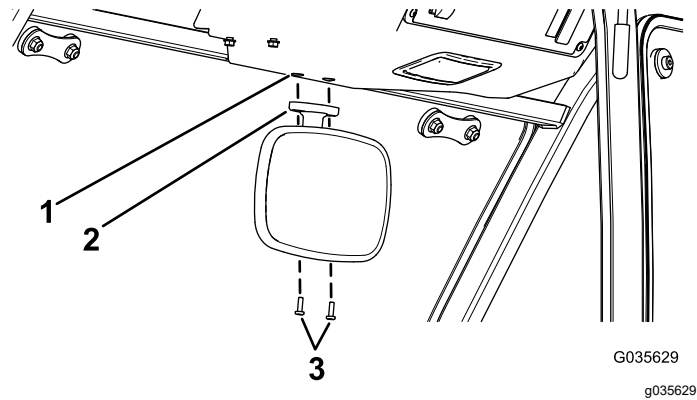

**Figura 2**
**Nota:** Si tiene una máquina GTX, retire los tapones de plástico de la parte superior del bastidor de la cabina antes de instalar el retrovisor (Figura 2).